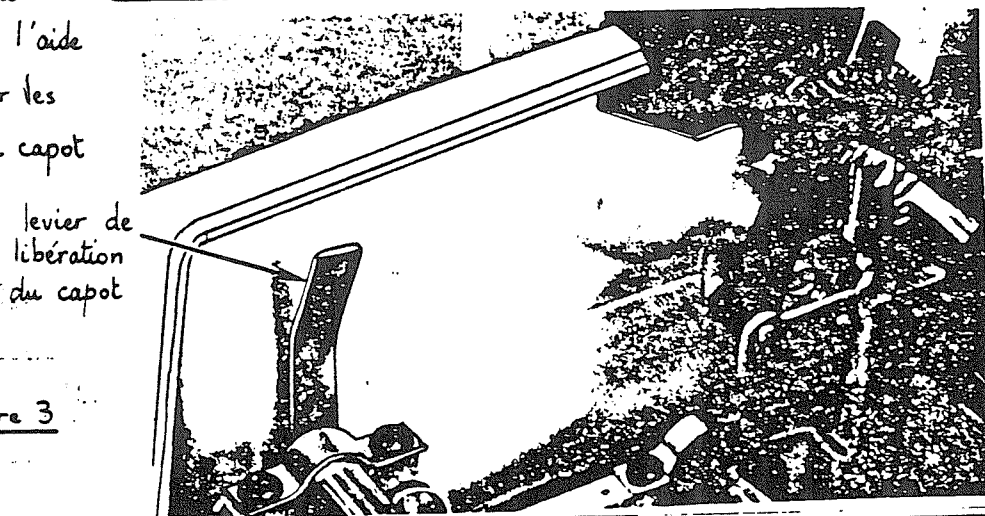

Figure 3
- Enlever ensuite l'ensemble du capot en le soulevant après l'avoir libéré à l'aide des 2 leviers situés sur les côtés à l'intérieur du capot (fig. 3)